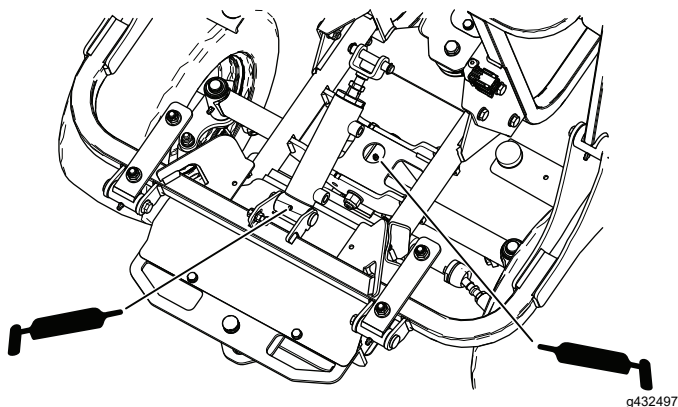

Figura 45
- Punto di rotazione del cilindro della tramoggia e punto di rotazione dell'assale posteriore (Figura 45)